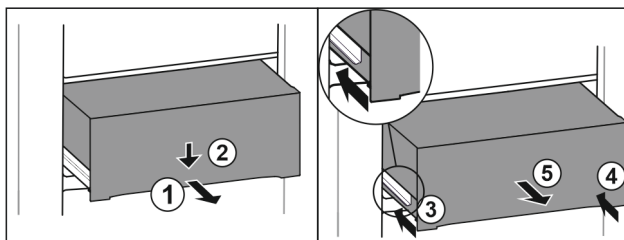

Fig. 154
- Tirer le tiroir jusqu'à mi-chemin. Fig. 154 (1)
- Appuyer sur l'avant du tiroir vers le bas. Fig. 154 (2)
- Insérer le rail gauche d'env. 2 cm. Fig. 154 (3)
- Insérer le rail droit d'env. 2 cm. Fig. 154 (4)
- Retirer le tiroir par l'avant. Fig. 154 (5)